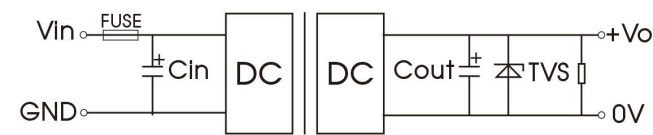

图 1
- (1) 产品测试及应用时, 请按照 (图 1) 推荐的测试电路进行; 至少保障外接一个电解电容 $C_{in} (\geq 220\mu F)$, 用于抑制输入端可能产生的浪涌电压。
- (2) 如果产品输入端并联瞬变能量较大的电路 (如并联电机驱动电路), 或会导致产品输入电压被拉低, 此时关注产品输入电压的波动, 建议适当增大输入端电解电容 C_{in} 的容值, 以保障输入端电压稳定, 避免输入电压低于欠压保护点导致产品重复启动的情况。
- (3) 如果产品输出端为感性负载时 (如继电器、电机), 建议在容性负载规格内增大输出电容 C_{out} 容值, 并增加 TVS 管, 用以滤除电压尖峰。
- (4) 如需进一步减少输入输出纹波, 可适当加大外接电容 C_{in} 、 C_{out} 容值或选用串联等效阻抗值小的外接电容, 外接电容 C_{out} 容值不能大于产品的最大容性负载。